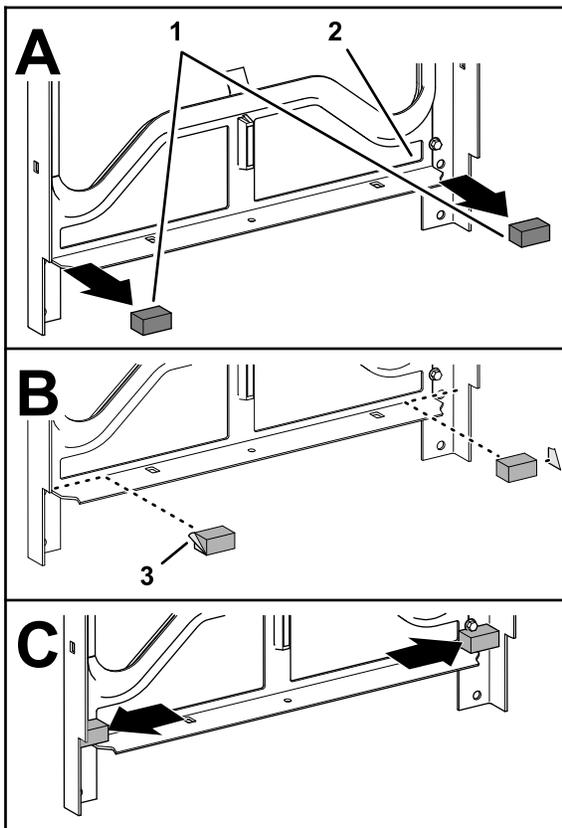

Figura 25
- Retire os dois vedantes de esponja nos cantos inferiores interiores da estrutura de montagem (Figura 25).
2. Limpe a superfície da estrutura de onde retirou os vedantes (Figura 25).
3. Retire a parte de trás dos novos vedantes de esponja (Figura 25).
4. Monte os vedantes de esponja como se mostra na Figura 25.